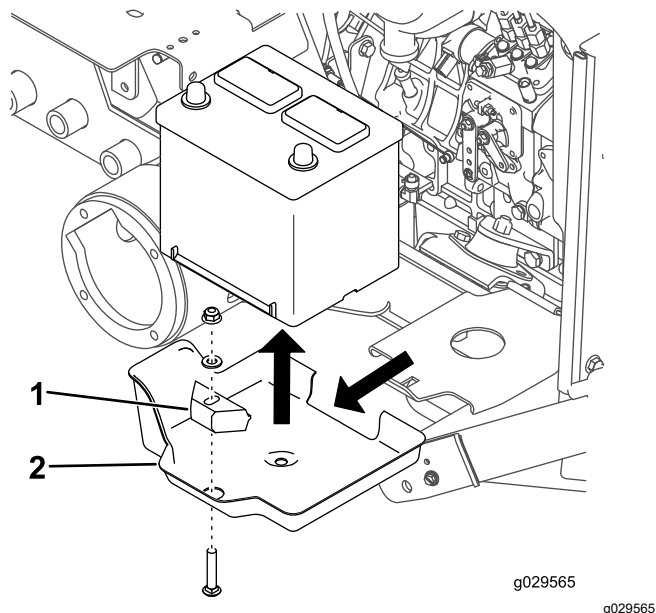

図 23
3. バッテリーを固定しているキャリッジボルト、ワッシャ、バッテリー押さえ、ナットを取り外す 図 23。
4. バッテリートレイからバッテリーを取り出す 図 23。
5. バッテリートレイからバッテリートレイを取り出す 図 23。